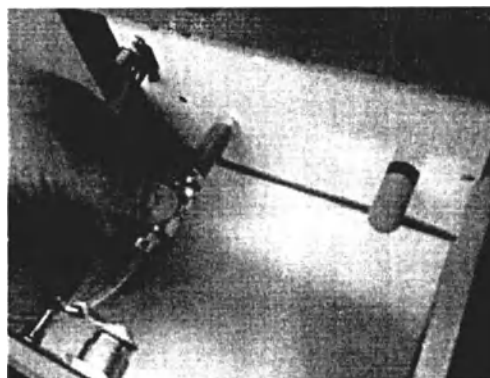

Рисунок 72
3.6.41 Отключить быстросъемный разъем подачи кислорода (рисунок 72) и вынуть блок вентилятора.